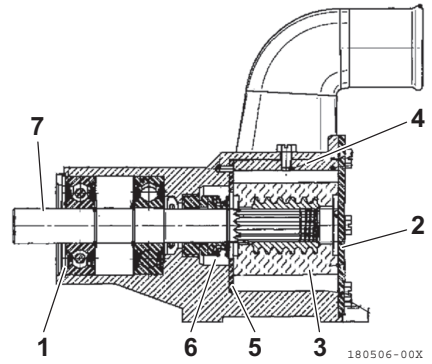

Figura 18
3. Retire el anillo de retención (**Figura 18, (1)**).
4. Retire la cubierta del extremo (**Figura 18, (2)**), y, a continuación, retire el impulsor (**Figura 18, (3)**), la leva (**Figura 18, (4)**), la placa de desgaste (**Figura 18, (5)**) y el sello (**Figura 18, (6)**).
5. Haga presión sobre el kit del eje (**Figura 18, (7)**) desde el lado de la cubierta del extremo para retirarlo.
10. Instale el impulsor (**Figura 18, (3)**), la leva (**Figura 18, (4)**), la placa de desgaste (**Figura 18, (5)**) y el sello (**Figura 18, (6)**) desde el lado donde se instaló la cubierta del extremo.
11. Instale la cubierta del extremo (**Figura 18, (2)**).